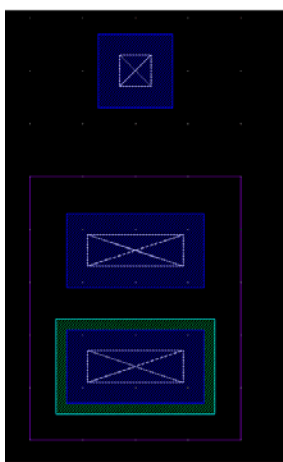

图 8.2 未完成的 npn 版图
- ② 选择完成后点击 OK，打开未完成的 npn 版图设计窗口，如图 8.2 所示。